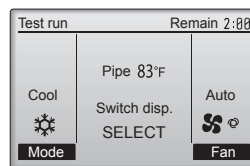

Fig. 7-5
- ① Appuyez sur le bouton [F1] pour changer de mode de fonctionnement dans l'ordre "Cool" (Froid) et "Heat" (Chaud). (Fig. 7-5)